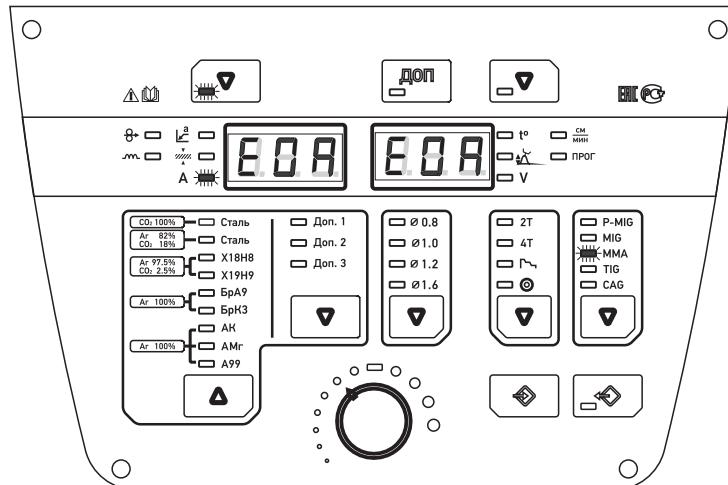

рис. 6.26
**ВНИМАНИЕ!** При подключенном блоке охлаждения (БВО) и замыкании электрода аппарат отключается, на цифровых индикаторах высвечивается код ошибки (рис.6.26) и блокируется панель управления.